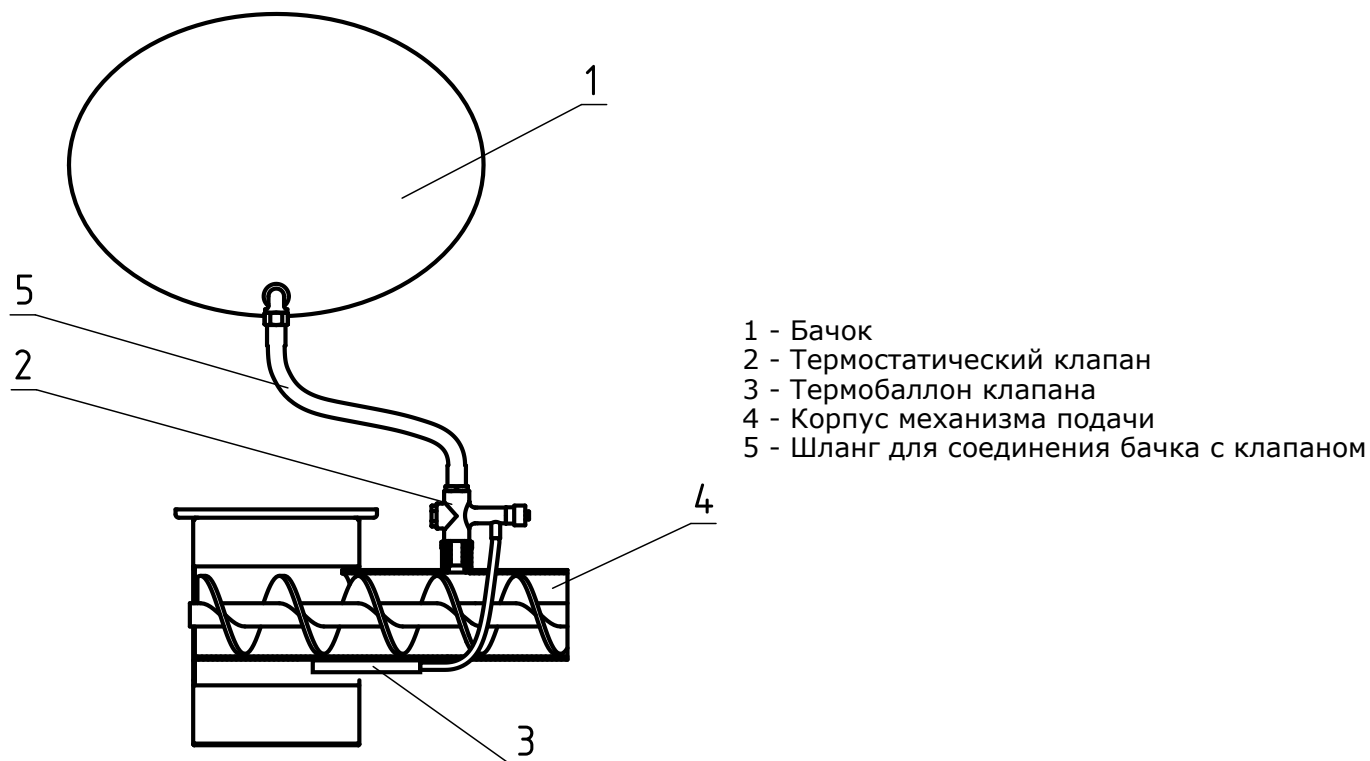

Рис.5 Система охлаждения топливопровода
5.5. Система охлаждения топливопровода (Рис.5) состоит из бака для воды (Рис.5 поз.1), термостатического клапана (Рис.5 поз.2) к которому подключается шланг (Рис.5 поз.5), ведущий к бачку с водой. Термостатический клапан имеет термобаллон (Рис.5 поз.3), который устанавливается в специальную гильзу на механизме подачи топлива. При нагреве газ внутри баллона расширяется и открывает клапан, через который вода из бачка поступает в механизм подачи. Перед установкой системы охлаждения топливопровода произвести демонтаж бункера.